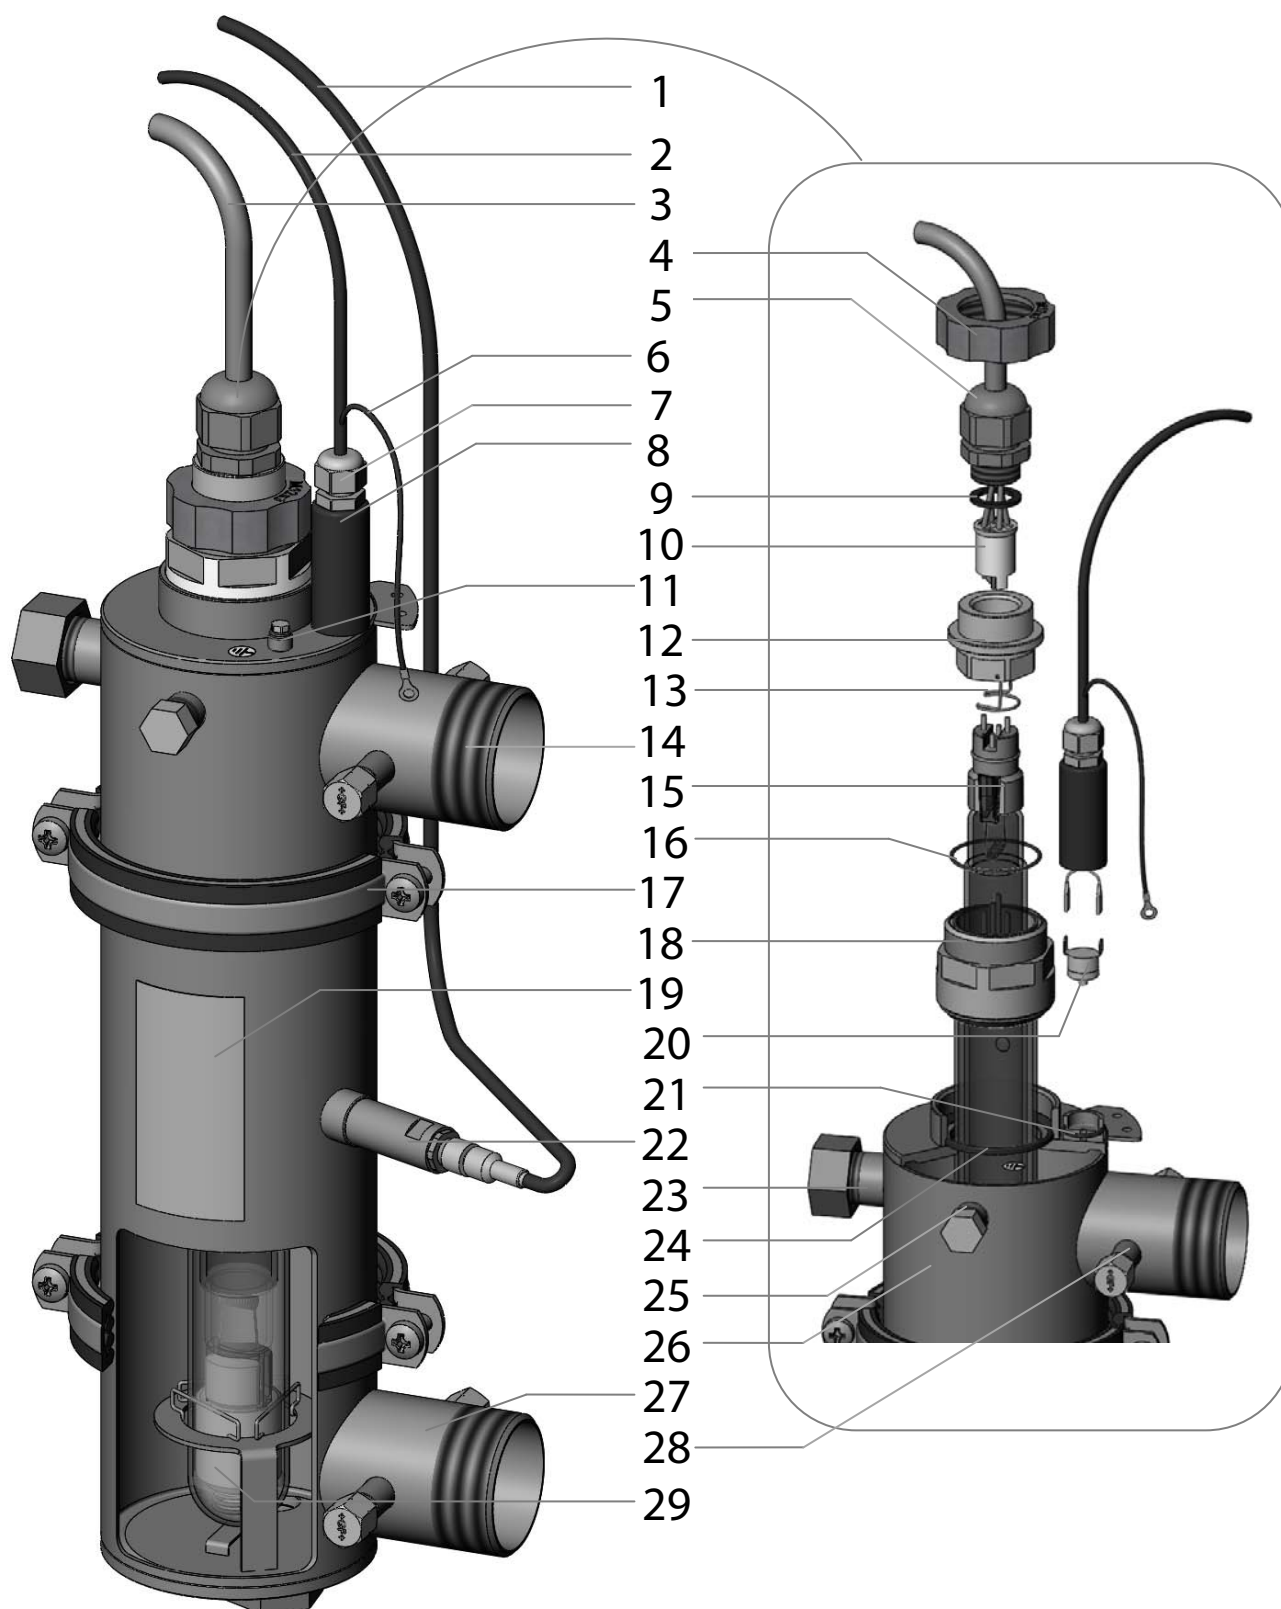

Рисунок 2. Составные части камеры обеззараживания¹
- КАМЕРА ОБЕЗЗАРАЖИВАНИЯ (см. Рисунок 2) предназначена для УФ облучения обрабатываемой воды. В корпусе камеры установлен защитный кварцевый чехол с бактерицидной УФ лампой внутри.